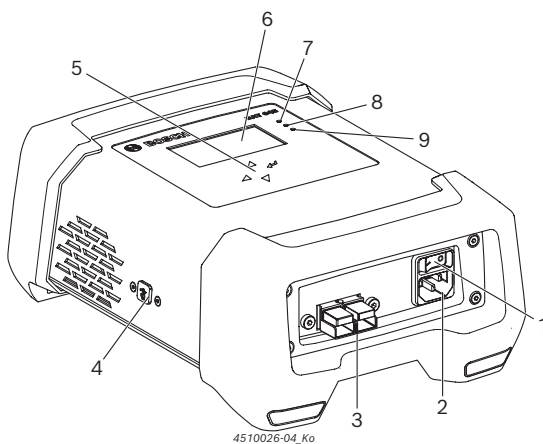

Fig. 1: Vista de frente do BAT 645
2. BAT 645 deve ser ligado através do interruptor para ligar/desligar (fig. 1, pos. 1).
- ⇒ O LED vermelho (fig. 1, pos. 7) acende quando a bateria está conectada ou pisca quando ela não está conectada.